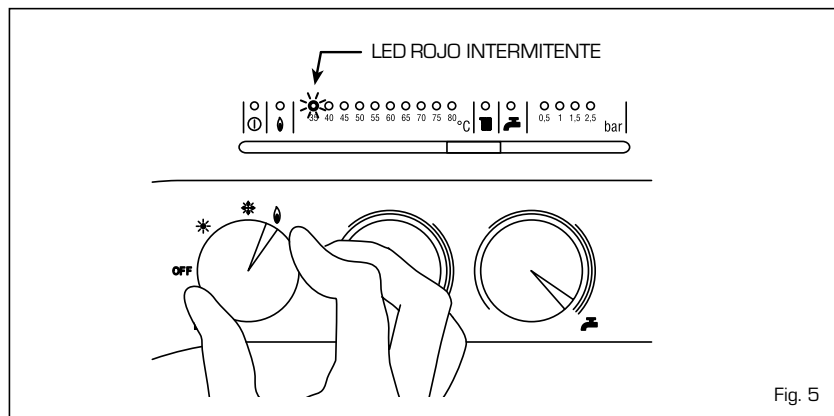

Fig. 5
- Intervención termostato de seguridad (fig. 5)